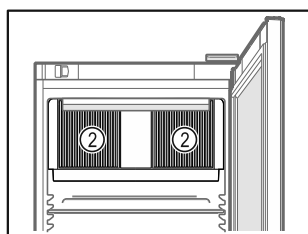

Fig. 49
- ☐ Odstąpić szczeliny wentylacyjne Fig. 49 (2) dmuchawy wewnątrz urządzenia.